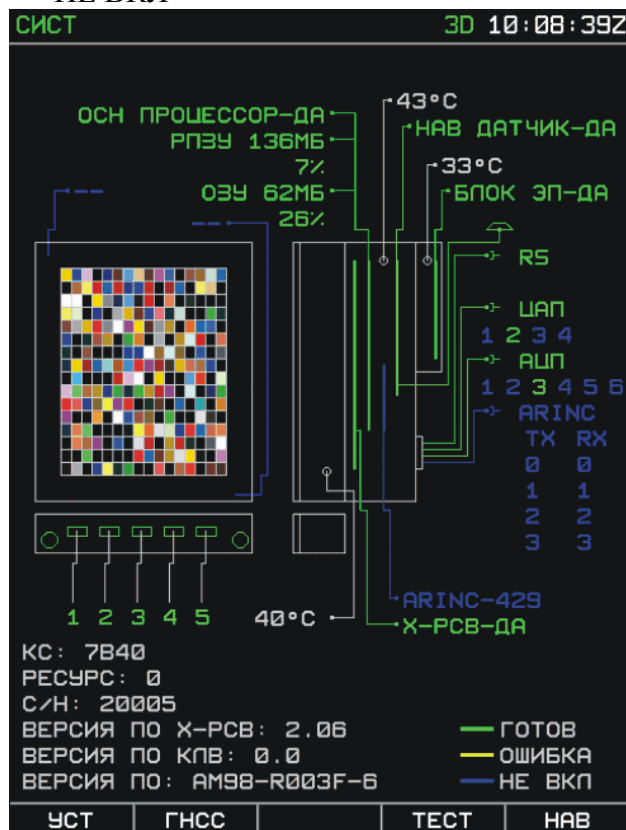

Рис. 37. Вид дисплея в режиме СИСТЕМА
3. Перейти на страницу **СИСТЕМА**, для чего нажать кнопку **СИСТ**, и проконтролировать результаты проверки работоспособности изделия встроенной тестовой программой (Рис. 37). Результаты теста отображаются цветами: